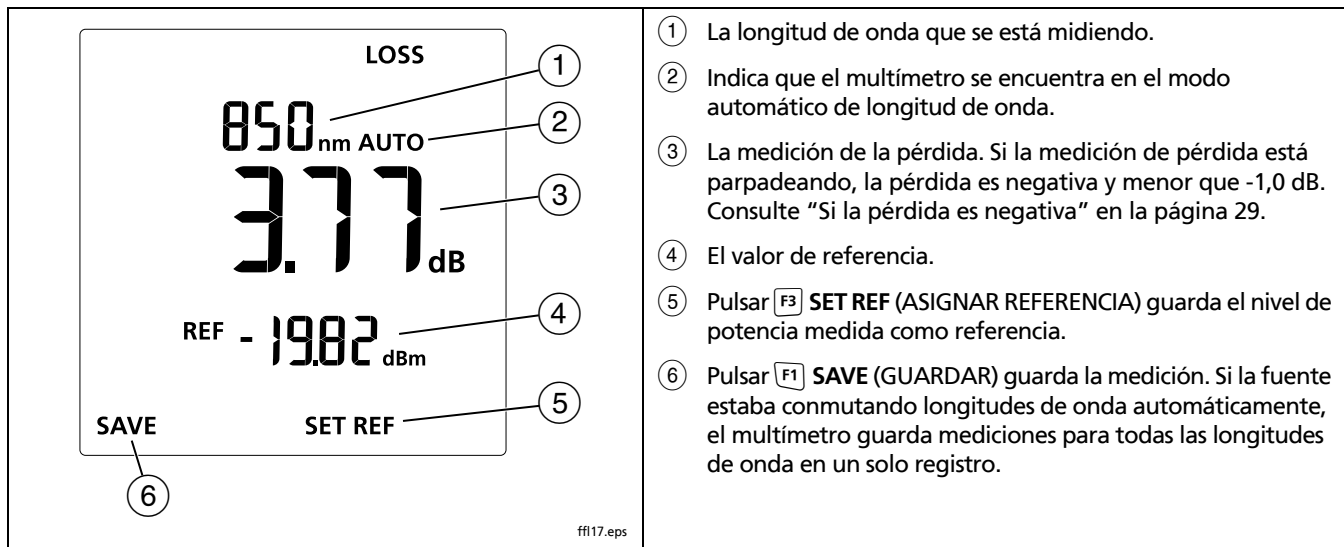

Figura 12. Pantalla de medición de pérdida
- 4 En el multímetro, pulse  hasta que aparezca **LOSS** (PÉRDIDA) (Figura 12).